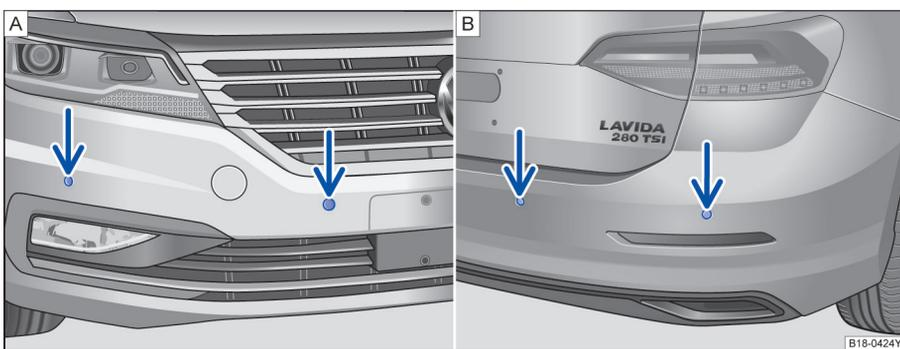

图 111 前后保险杠：驻车距离报警系统超声波传感器
驻车距离报警系统通过超声波传感器确定汽车前/后保险杠与障碍物之间的距离。前保险杠 (A) 和后保险杠 (B) 上分别装有最多 6 个驻车距离报警系统超声波传感器 \Rightarrow 图 111 (箭头所示)。
识别障碍物的区域在汽车前方距离约 120 cm，在侧面、⇒ 图 111 和 距离约 60 cm。在汽车后方探测距离约 160 cm 的区域，在侧面探测距离约 60 cm 的区域。